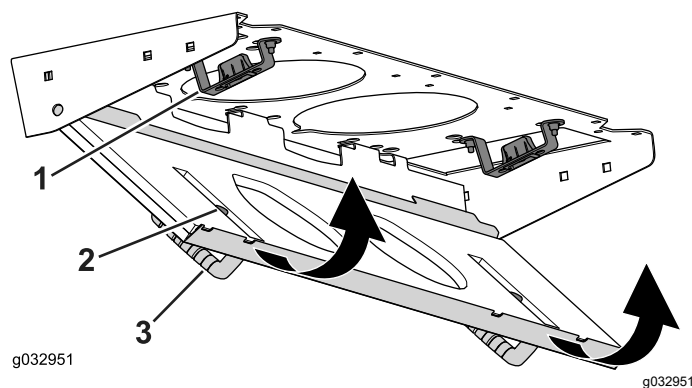

Figura 132
4. Gire la rejilla del filtro sobre las pestañas hasta que el resbalón se bloquee en el cerradero (Figura 132).